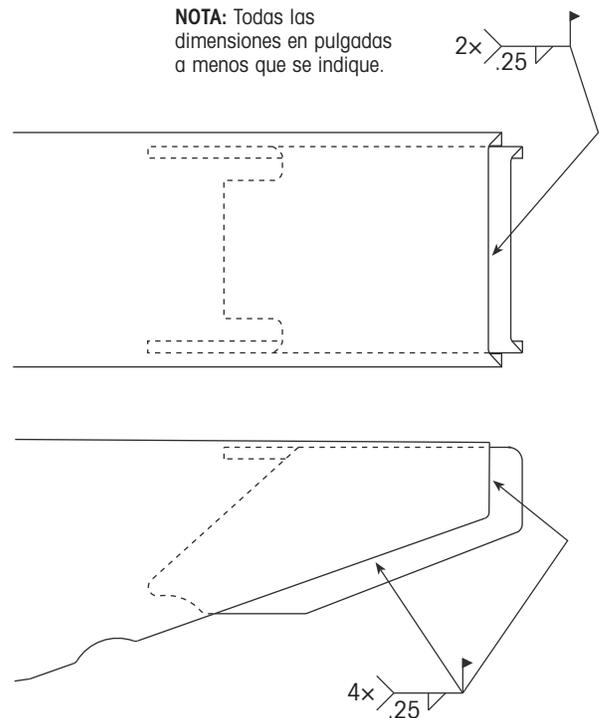

Figura 104. Detalles de soldadura del refuerzo
13. Consultando los parámetros de soldadura en la página 63, suelde la extensión a la viga de la suspensión con una soldadura de filete de  $\frac{1}{4}$  pulg. (6mm) (figura 104).